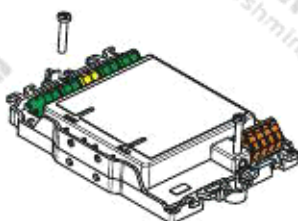

图 4
- 安装在顶帽型导轨上 (图 4)
1. 在模块上安两只安装脚 (图 4)。